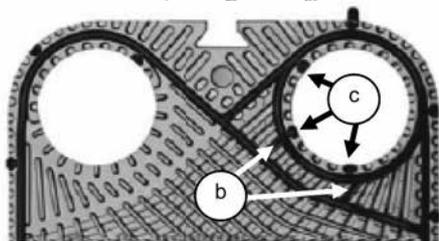

Abb. 9
Diagonale und der Runddichtung (Fig.9 b). Anschließend, wie in Abschnitt 5.7.3 angegeben, die Dichtung, abgesehen vom Dichtungsring, verkleben.
1. Modelle mit Plug-Ins® auf den Innenseiten der Runddichtungen: Schneiden Sie die Plug-Ins® auf den Innenseiten der Runddichtungen, für die keine Aussparung vorhanden ist, mit einer Schere ab (Abb. 9 c). Anschließend, wie in Abschnitt 5.7.3 gezeigt, nur die Anschlusspunkte zwischen Diagonale und Runddichtung verkleben.